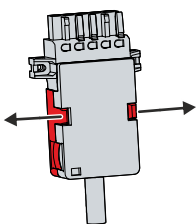

Abb. 17: Demontage Zulentlastungsgehäuse
1. Biegen Sie mit den Fingern die Rastnasen am Unterteil leicht nach außen (siehe Abb. 17).